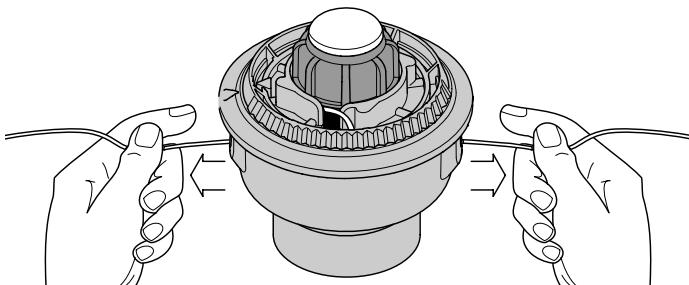

Fig. 13
9. Si el bobinado de la línea se torna difícil o la línea se enreda, tire de los extremos de la línea de la bobina. Continúe bobinando el carrete interior en sentido antihorario (Fig. 13).
4. Sostenga el carrete interior en su lugar e instale la perilla percusiva, el resorte y el sello de espuma presionando y girando la perilla percusiva en sentido horario. Tome los extremos y tire con firmeza para soltar la línea de las ranuras de fijación en el carrete interior. (Fig. 13).
Si el SpeedSpool® no suelta línea en forma correcta, tire firmemente de los extremos de la línea de la bobina (Fig. 13). Si al hacer esto la línea no se suelta, siga las instrucciones de limpieza del SpeedSpool® a continuación.